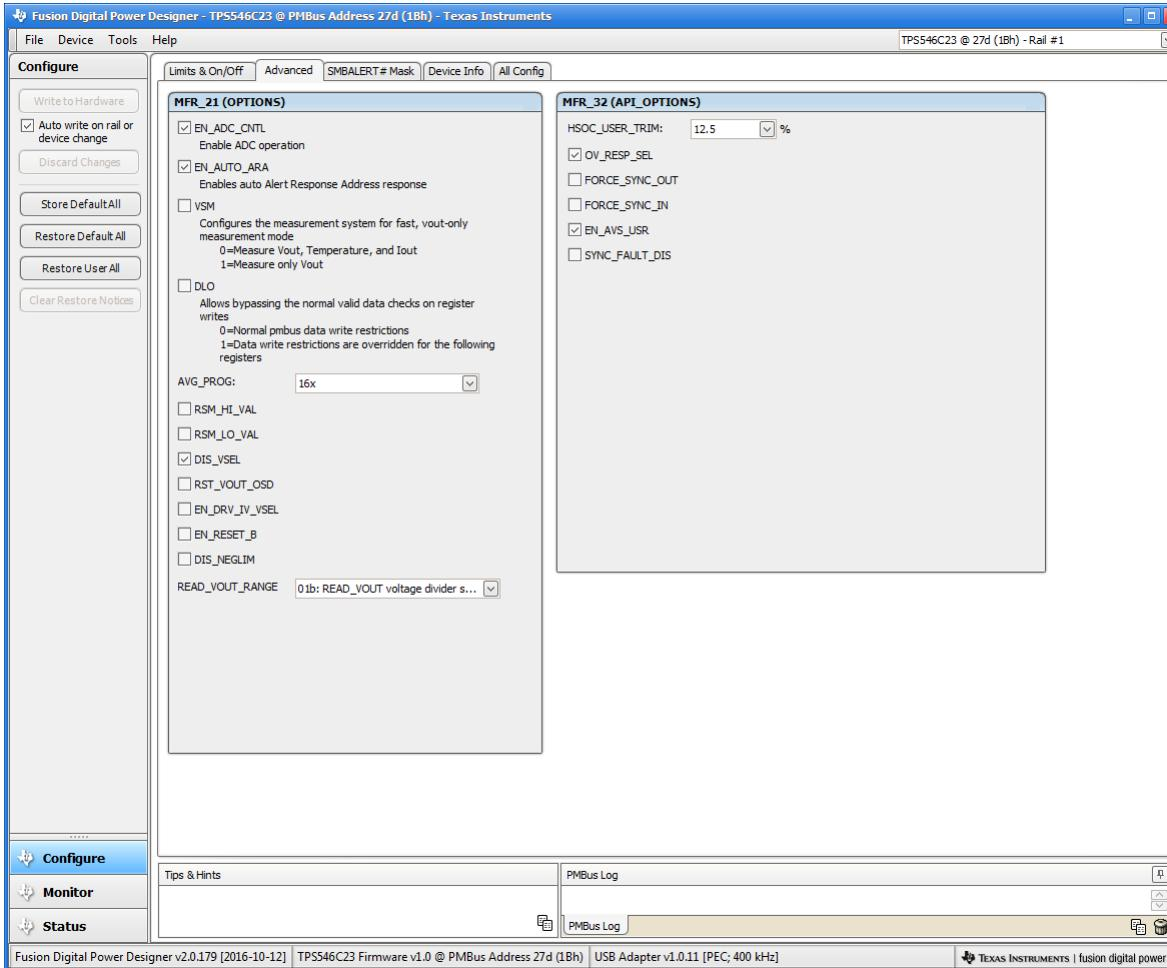

图 10-4. 配置 - Advanced
- 使用 **Advanced** 选项卡 ( 图 10-4 ) 配置以下各项 :